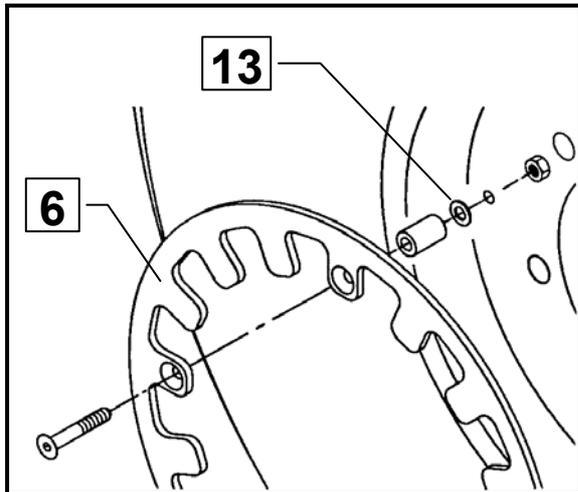

Рис. 8
- Датчик монтируют в клеммном держателе и возможный увод в сторону зубчатого кольца устраняют с помощью прикладываемых шайб (13) (рис.8).